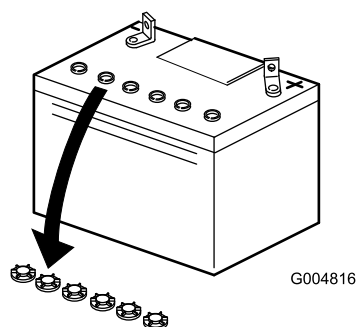

Figura 3
3. Retire los tapones de ventilación de la batería (Figura 3).